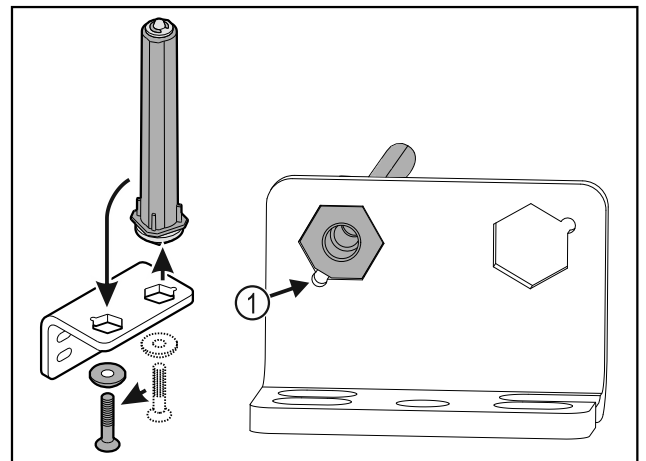

Fig. 31
- ▶ Atkreipkite dėmesį į tai, kad įstatant nuožulni kaiščio pusė Fig. 31 (1) nukreipta į apvalią skylę.